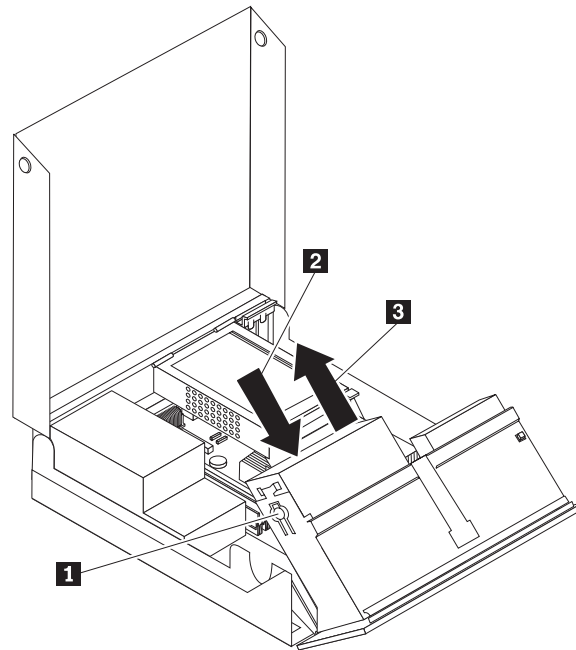

図 27. 光学式ドライブの取り外し
5. ドライブ・ベイから光学式ドライブをスライドさせて取り出します **3**。図 27を参照してください。